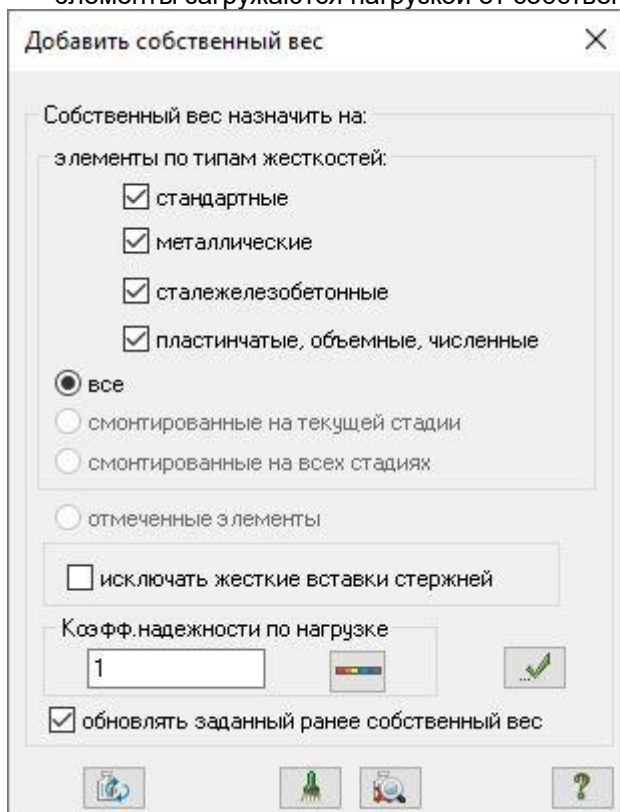

Рис.2.14. Диалоговое окно **Добавить собственный вес**
- Для задания нагрузки от собственного веса плиты, щелчком по кнопке  – **Добавить собственный вес** (панель **Нагрузки** на вкладке **Создание и редактирование**) вызовите диалоговое окно **Добавить собственный вес** (рис.2.14).